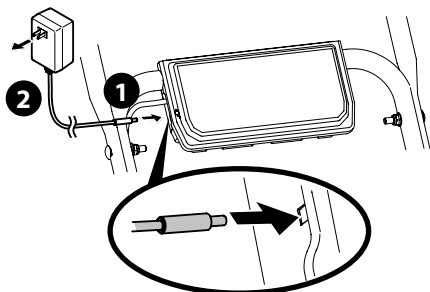

Figure 13
1. Enlevez le couvercle de la batterie et branchez le connecteur mâle dans le connecteur femelle situé sur le côté du boîtier de la batterie (Figure 13).